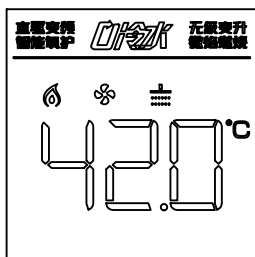

图47
- 开机未开水状态长按  5秒，蜂鸣器鸣叫一声，童锁图案闪烁2次然后熄灭，此时童锁功能为关，显示效果如图47。